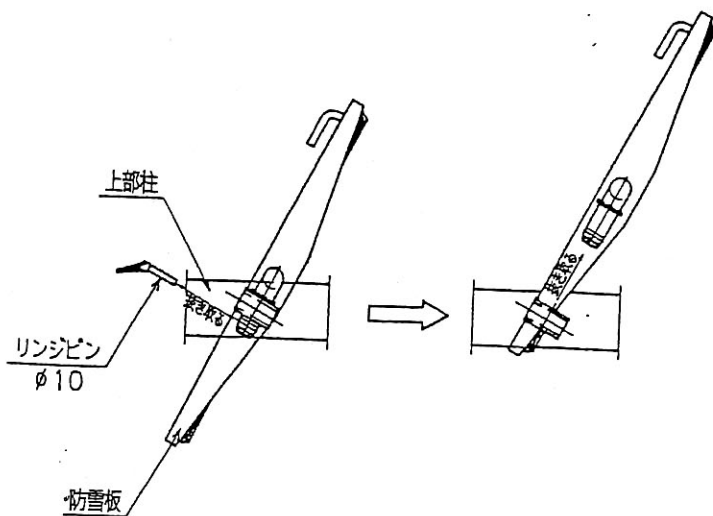

図3
- ② 図3の様に防雪板の両側を固定しているリンジピンを外します。
- ③ リンジピンを抜いた後に防雪板をゆっくりと上部柱から外します。